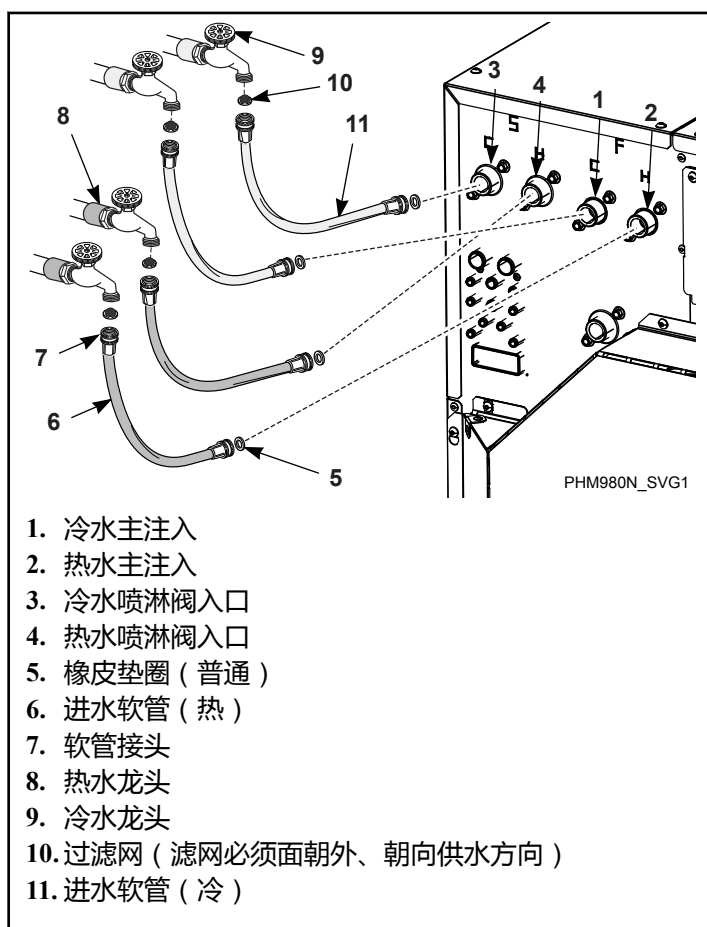

图 22
3. 在进水软管一侧安装一(1)个普通橡皮垫圈，另一侧安装一(1)个过滤网。滤网必须面朝外、朝向供水方向。参见图 22。